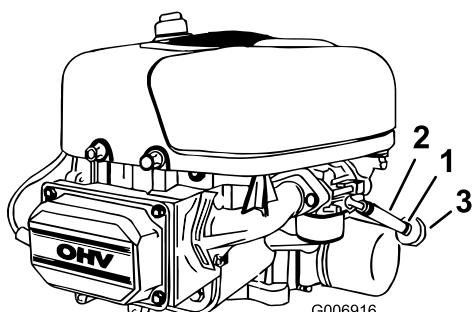

Figura 26
5. Abra el capó y localice el filtro de combustible(Figura 26).
6. Apriete los extremos de la abrazadera y deslícela por el tubo de combustible hacia el depósito de combustible (Figura 26).
7. Tire del tubo de combustible para separarlo del filtro (Figura 26) y deje que la gasolina se drene en un recipiente de combustible o un recipiente apropiado.
El mejor momento para cambiar el filtro de combustible (Figura 26) es cuando el depósito de combustible está vacío. No instale nunca un filtro sucio después de desmontarlo del tubo de combustible.
4. Apriete los extremos de las abrazaderas y deslícelas por el tubo alejándolas del filtro de combustible (Figura 26).